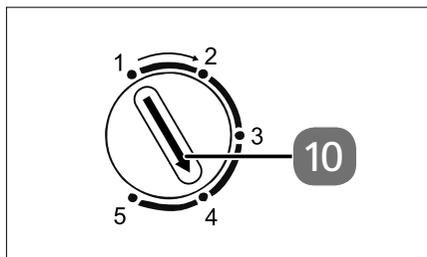

Abb. 9
- ▶ Drehen Sie den Temperaturregler (10) in die Position **1 – 5** (siehe **Abb. 9**).